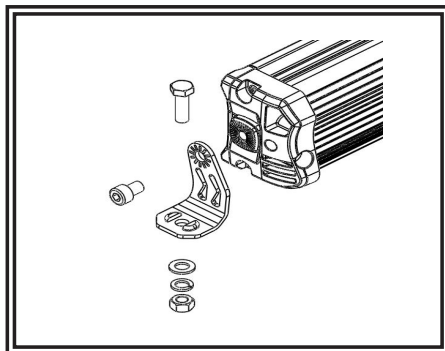

Figure 3
1. Fixer sans serrer les supports aux extrémités de la barre, comme indiqué en FIGURE 3.